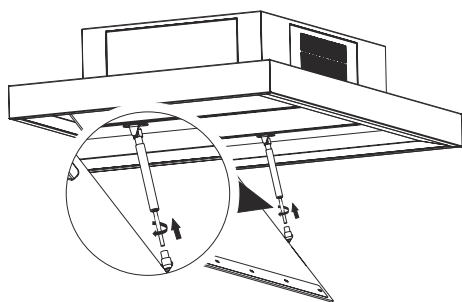

Abb. 17
- 7.** ▶ Errichten Sie die Verbindung zwischen Randabsaugungsglas und Kolbenstange. Drehen Sie dafür die Kolbenstange in Pfeilrichtung. (Abb. 17).